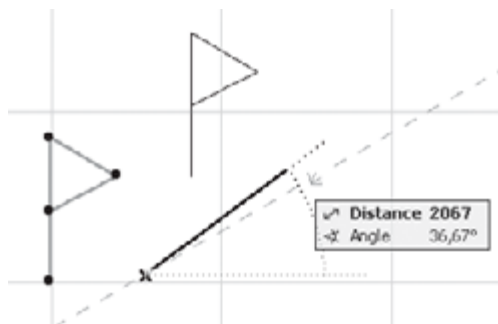

Рис. 4.8 Перетаскивание объекта
3. Укажите начальную и конечную точки направления перемещения двумя последовательными щелчками кнопки мыши в любых точках рабочего поля. Объект будет перемещен в соответствии с определенным направлением (рис. 4.8).